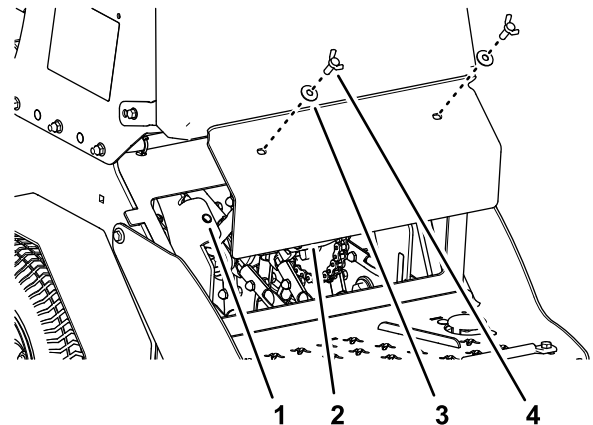

Figura 59
3. Retire los 2 tornillos de mariposa ($\frac{3}{8}$ " x 1") y las 2 arandelas ($\frac{3}{8}$ ") que sujetan el panel de la cubierta trasera al chasis, y retire el panel (Figura 59).
6. Alinee los orificios del panel de la cubierta trasera con los orificios del chasis (Figura 59).
7. Sujete el panel de la cubierta al chasis con los 2 tornillos de orejeta y las 2 arandelas (Figura 59) que retiró en el paso 3, y apriete los pernos a 37-45 N·m (27-33 pulgadas-libra).